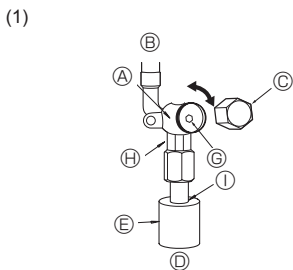

Fig. 4-5
(1) Gaszijde van de P100-P140 (Fig. 4-5)
- ① Verwijder de kap en draai de kraanstang zo ver mogelijk tegen de klok in met behulp van een 5mm-inbussleutel. Stop met draaien wanneer de nok wordt bereikt. (Ø15,88: Circa 13 omwentelingen)
- ② Let erop dat de afsluitkraan geheel open is en draai de kap terug naar de oorspronkelijke stand.